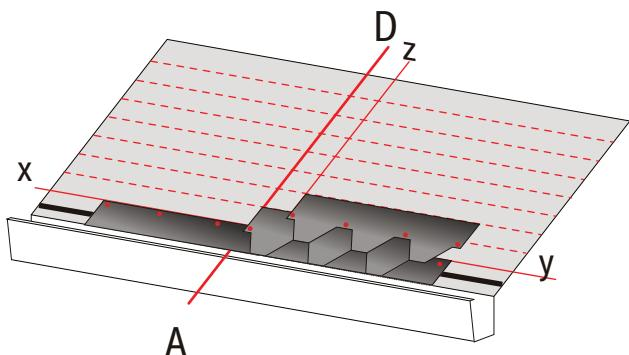

Fig. 4 - Montaj exemplificativ 2 plăci
- Se montează prima filă conform desenului din Fig. 4;
- Se montează al doilea și al treilea rând de plăci General Shingle (vezi Fig. 4);